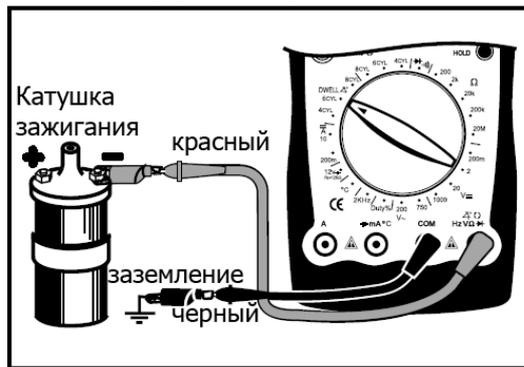

Рис. 7
F. Тестирование прерывателя (см. рис. 7)